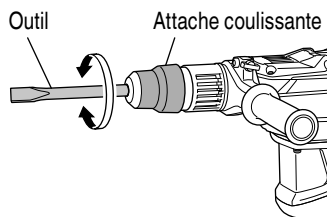

Fig. 15
- (b) Tourner l'attache coulissante ou l'outil comme illustré Fig.15 et positionner l'outil dans la direction de travail désirée.